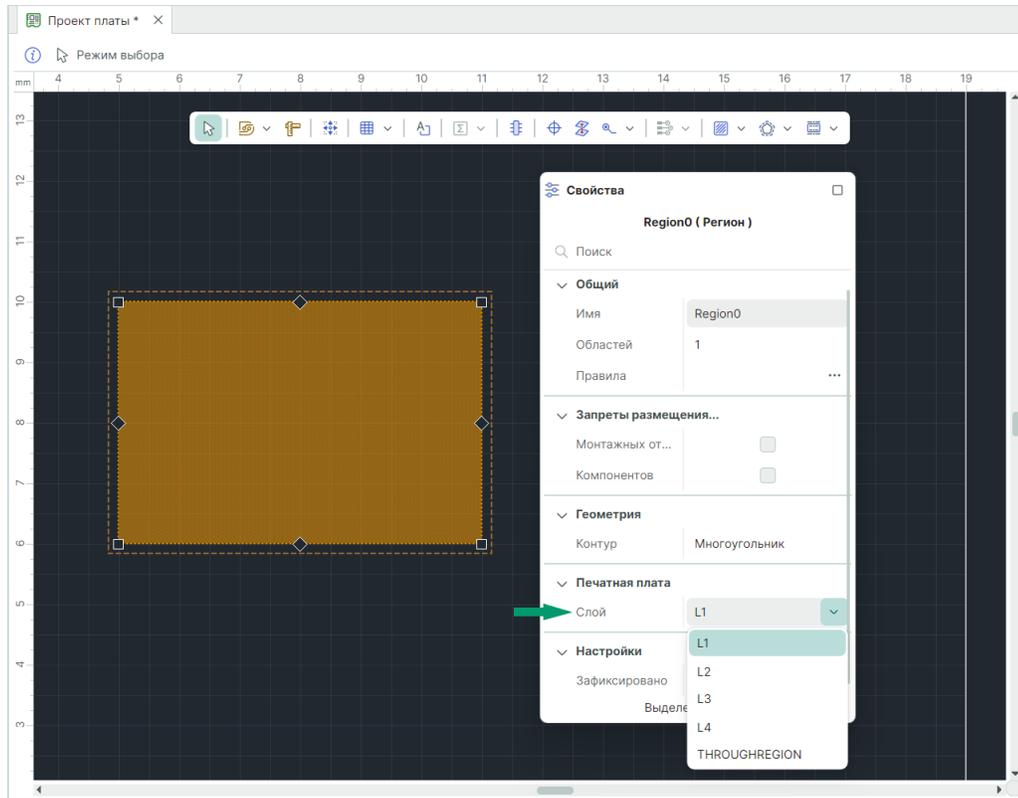

Рис. 185 Выбор слоя для региона
4. Выберите слой, на котором будет размещен регион, в панели «Свойства» → «Печатная плата» → «Слой», см. Рис. 185. При выборе слоя THROUGHREGION регион будет использоваться на всех проводящих слоях печатной платы сразу.